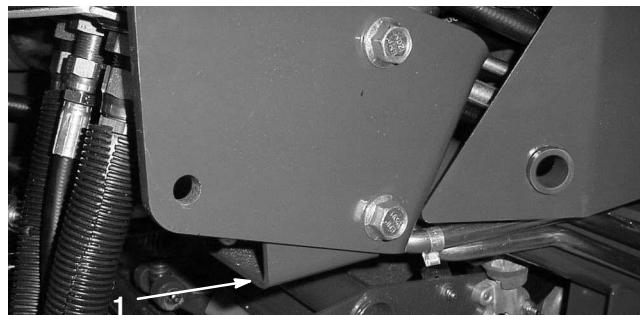

Figure 41
- Côté droit – sous le support de l'arceau de sécurité (ROPS) (Fig. 41)